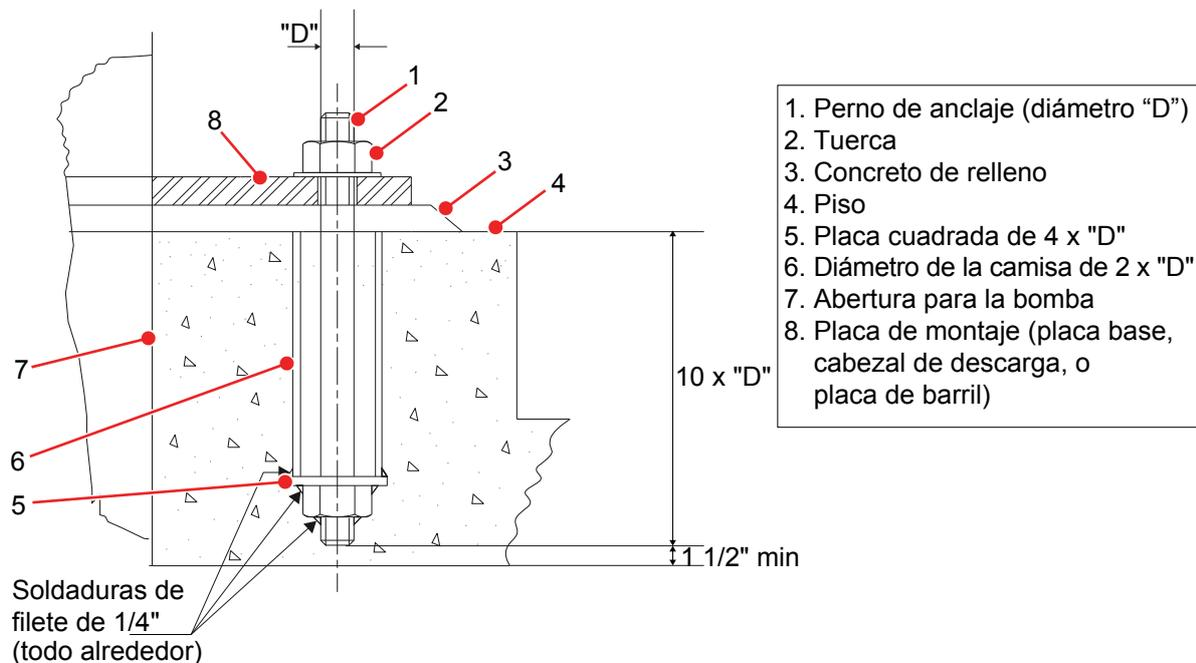

Figura 5-1: Arreglo recomendado del perno de anclaje
- Se recomienda que los cimientos de concreto tengan pernos de anclaje instalados en camisas de dos veces el diámetro del perno para permitir la alineación con los orificios en la placa de montaje como se ilustra en Figura 5-1 en la página 20, sin embargo, no se requieren forzosamente las camisas y se pueden instalar los pernos de anclaje directamente en el concreto.